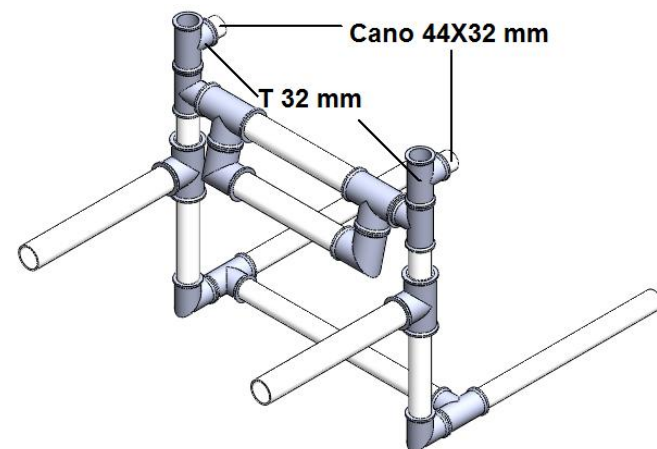

Figura 37. Montagem Final – Passo 10
- Passo 10: Junte 2 conexões "T32 mm" e 2 canos de 44X32 mm, como mostrado na figura 37 (1 unidade);